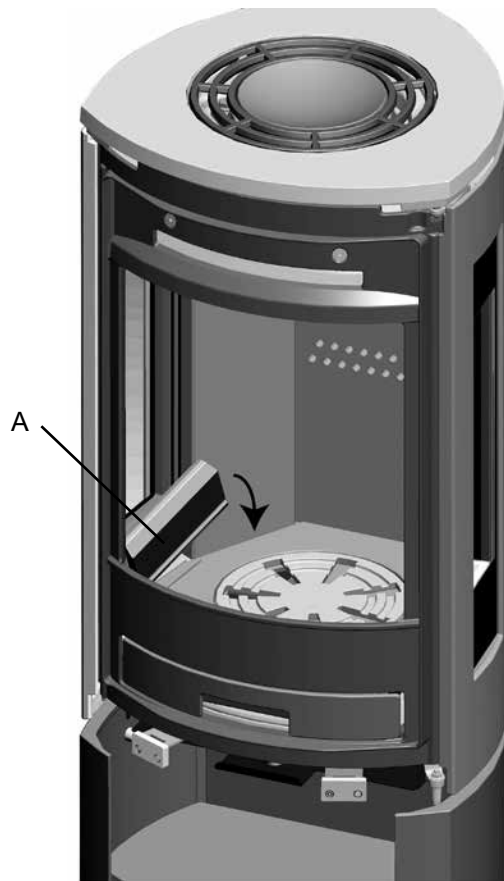

Fig.12
3. Verwijder het vuurrooster, de bodemplaat en de aslade (**afb. 12 D**).